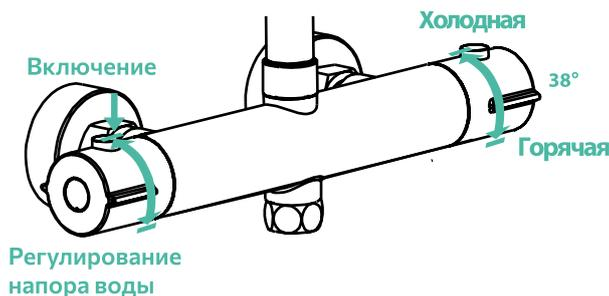

Рис. 6
2. Ручка смесителя со стороны горячей воды используется для включения / выключения смесителя и регулировки напора воды (рис. 6).